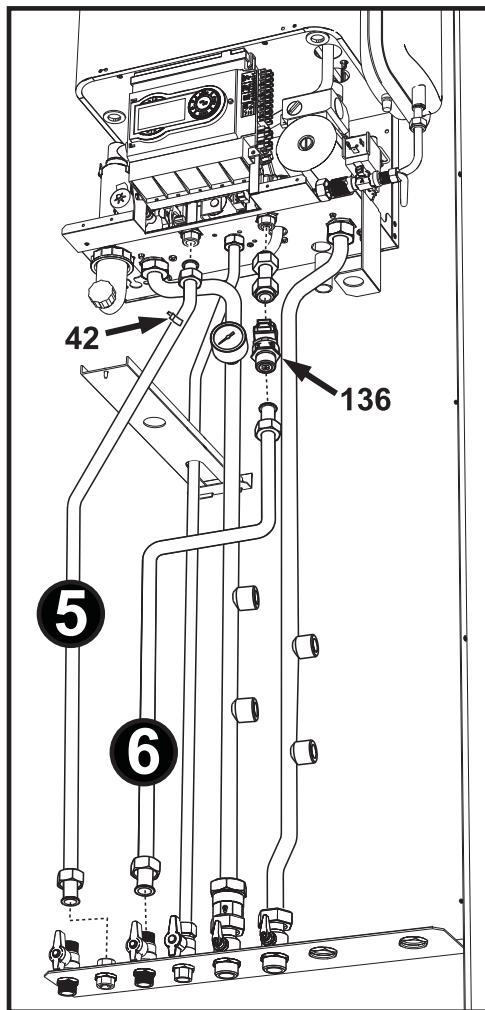

fig. 23
- Fissare la "Tubazione Mandata Sanitario - 5" e la "Tubazione Ritorno Sanitario - 6" indicati nella fig. 23.